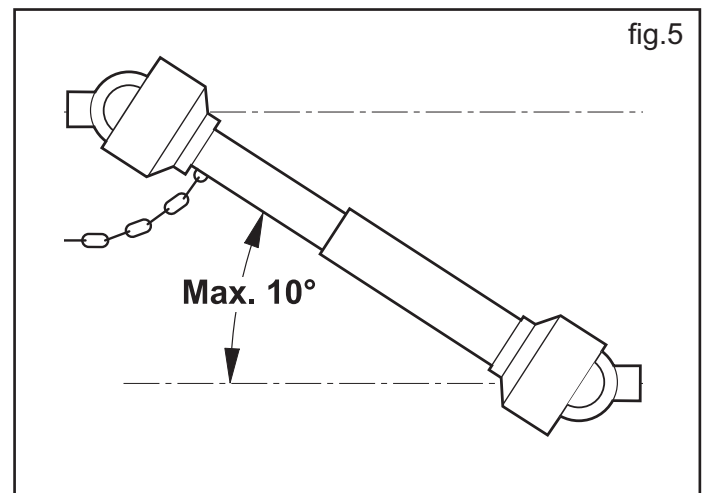

fig.5
- 12) Disinserire, sempre, la presa di potenza quando l'albero cardanico supera un angolo di 10 gradi (fig.5) e quando non viene usata.